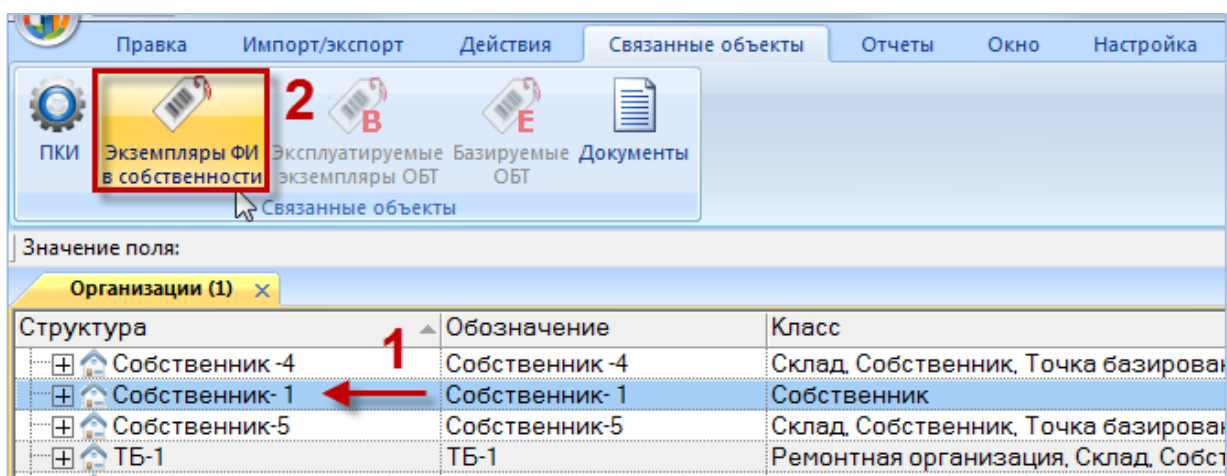

Рис. 22-39 – Открытие окна связанных объектов «Экземпляры ФИ в собственности» для организации
- 1) Выделить организацию класса «Собственник» в рабочем окне «Организации» (1 на рис. 22-39) или в окне связанных объектов «Организации» для экземпляра ФИ.
- 2) Нажать кнопку «Экземпляры ФИ в собственности» панели «Связанные объекты» (2 на рис. 22-39).